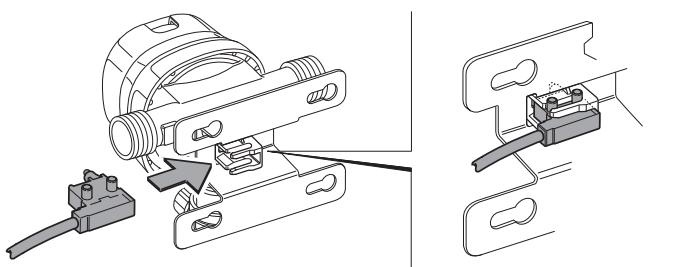

Abb. 4
- ❶ Die nachfolgende Beschreibung ist beispielhaft und gilt für die DuoControl CS horizontal und vertikal.
- Geber von der Seite in den Halter der DuoControl CS einschieben (Abb. 4). Der Geber muss in dem Halter spürbar einrasten.